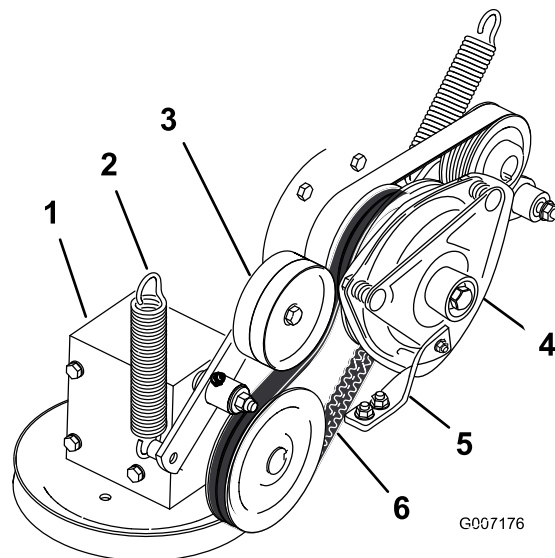

Figura 73
7. Instale a correia de transmissão da tomada de força em torno da polia da embraiagem e da polia da caixa de velocidades (Figura 73).
9. Instale a mola no braço intermédio (Figura 73).
4. Retire a mola do braço intermédio (Figura 73).